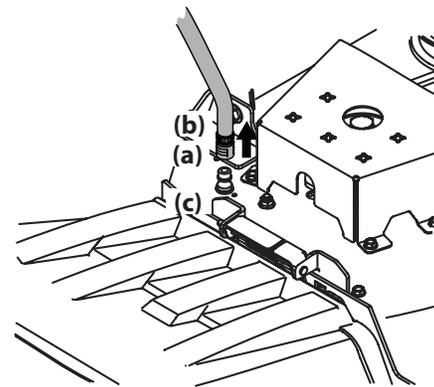

Figura 4-3
- Tire hacia atrás el collarín de ajuste (a) del adaptador del pico (b) y empuje el adaptador hacia uno de los picos de lavado de la plataforma (c) de cualquiera de los dos extremos de la plataforma de corte. Suelte el collarín de ajuste (a) para trabar el adaptador del pico (b) en el pico de lavado de la plataforma (c). Consulte Figura 4-3.